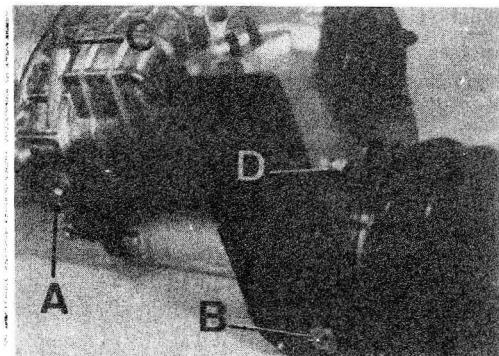

Fig. C1-11 Vaciado del aceite
2.2. Quitar el tapón de vaciado, A (Fig. C1-11) de la caja de velocidades y, B, de la caja reductora.
3.1. Desmontar los tapones de llenado, C y D (Fig. C1-11).